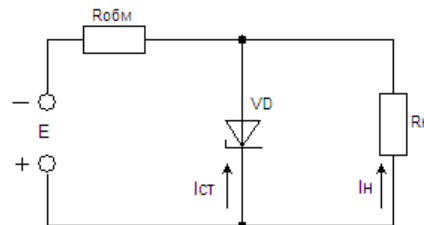

Рисунок 2.2 - Схема стабілізації напруги живлення
2.1 Для стабілізації напруги на навантаженні використовується напівпровідниковий стабілітрон (рис. 2.2)